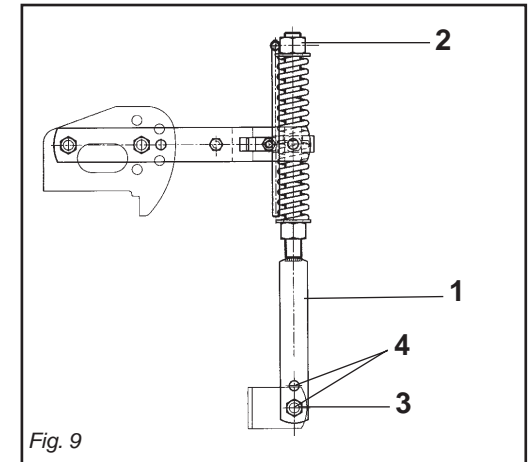

Fig. 9
- 6 - Il martinetto a molla (1 Fig. 9) oltre a sostenere la lamiera livellatrice ed ammortizzarla nel trasporto su strada, serve a evitare il ribaltamento della macchina durante il parcheggio.
La regolazione del precarico sulla molla si effettua avvitando e svitando il dado superiore (2 Fig. 9), agendo con l'apposita leva.
A seconda della posizione, determinata del bullone (3 Fig. 9) sui vari fori posti nel martinetto (4 Fig. 9) si riesce ad aumentare o diminuire l'effetto della lamiera livellante sul terreno.
- 6 - *Besides supporting the levelling plate and acting as a shock absorber for it during road transport, the spring ram (1 Fig. 9) prevents the machine from overturning when parking. To adjust the spring pre-loading, screw or unscrew the upper nut (2 Fig. 9) using the spring adjuster. The effect of the levelling plate on the soil can be increased or decreased depending on the position, established by of the nut (3 Fig. 9) in the various holes in the ram (4 Fig. 9).*
- 6 - *Le vérin à ressort (1 Fig. 9) sert de soutien à la tôle de nivellement et de suspension pendant le transport sur route, pour éviter le basculement du cultivateur lors du stationnement. Pour régler la pression du ressort, vissez ou dévissez l'écrou supérieur (2 Fig. 9) avec la manivelle. L'effet de la tôle de nivellement sur le terrain peut être augmenté ou diminué en changeant la position du boulon (3 Fig. 9) dans les différents trous du vérin (4 Fig. 9).*
- 6 - El gato de resorte (1 Fig. 9), además de sostener la chapa de nivelación y protegerla durante el transporte en carretera, sirve para evitar el vuelco de la máquina durante el estacionamiento.
Por regular la presión sobre el resorte, atornillar o destornillar la tuerca superior (2 Fig. 9) con el gato.
De acuerdo a la posición, determinada de la turca (3 Fig. 9) en los diversos orificios del gato (4 Fig. 9) se logra aumentar o disminuir el efecto de la chapa de nivelación sobre el terreno.
- 6 - Die Federwinde (1 Abb. 9) trägt nicht nur das Planierschild und dient beim Straßen-transport zur Dämpfung von Stößen, sondern sie soll auch verhindern, daß die Maschine während des Parkens umkippt.
Um die Feder zu verstellen, verschrauben oder aufschrauben Sie die obene Mutter (2 Abb. 9) mit dem Spindel.
Je nach der Position, die durch der Mutter (3 Abb. 9) in den verschiedenen Löchern des Windenrohres (4 Abb. 9) festgelegt wird, kann die Wirkung des Planierschildes auf den Boden erhöht oder verringert werden.